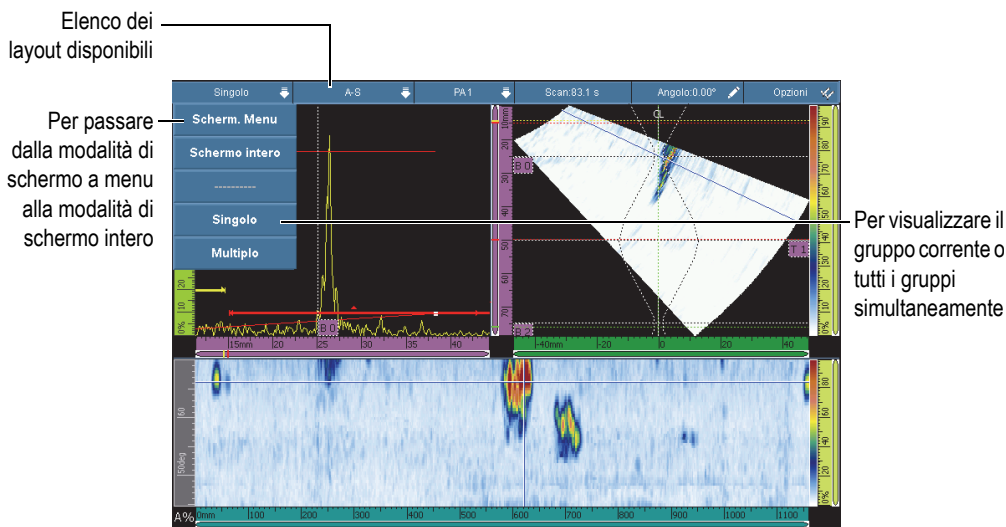

Figura 2-2 I menu a scelta rapida della barra del titolo
È possibile usare i menu a scelta rapida della barra del titolo (vedere Figura 2-2 a pagina 51) per:
1. Toccare la sezione Modalità della barra del titolo (vedere Figura 2-2 a pagina 51, nella parte superiore a sinistra).
1. Toccare la sezione Gruppo della barra del titolo (vedere Figura 2-2 a pagina 51). Viene visualizzato un elenco di gruppi disponibili.
1. Toccare la sezione **Scansione** della barra del titolo (vedere Figura 2-2 a pagina 51).
1. Toccare la sezione **Indice** della barra del titolo (vedere Figura 2-2 a pagina 51).
1. Toccare la sezione Angolo/VPA della barra del titolo (vedere Figura 2-2 a pagina 51).
1. Toccare la sezione **Opzioni** della barra del titolo (vedere Figura 2-2 a pagina 51). Viene visualizzato un elenco di opzioni.